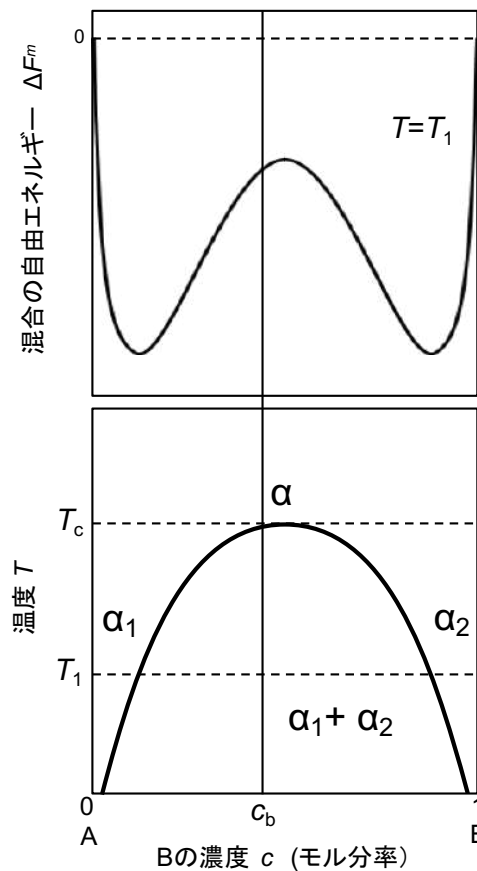

図 1
A-B 二元系合金における相分離過程について考える。図1の上図は温度  $T=T_1$  における系の 1 mol 当たりの混合の自由エネルギー ( $\Delta F^m$ ) の組成依存性を示し、下図は状態図を示している。図中の  $\alpha_1, \alpha_2$  は、組成は異なるが同じ結晶構造をもつ固溶体である。このとき、混合による体積変化は微小であり、無視できるものとする。また、B の濃度 (モル分率) を  $c$  とし、 $\Delta F^m$  が式①のように表せるとして、以下の各問いに答えよ。